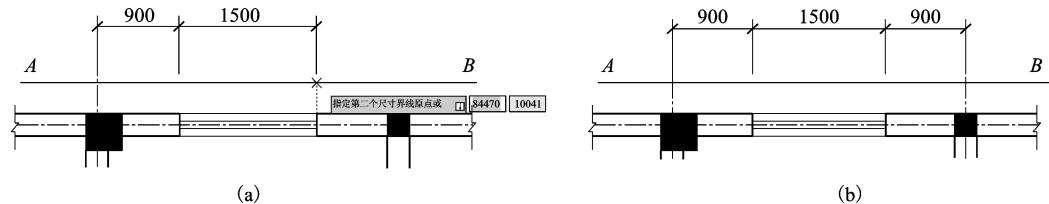

图 1-119 确定第二条尺寸界线及连续标注后的结果
指定第二条尺寸界线原点或 [放弃 (U)/选择 (S)] <选择>：// 利用“对象追踪”功能确定第二条尺寸界线，如图 1-119(a) 图所示
利用相同的方法标注其他尺寸，结果如图 1-119(b) 图所示。